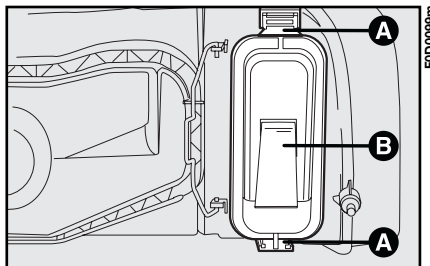

fig. 15
2) sganciare le mollette **A**-fig. 15 ed asportare il coperchio **B**;
5) inserire la nuova lampada, rimontare il portalampada ed il coperchio **B**-fig. 15.
- 2) sganciare le mollette **A-fig. 15** ed asportare il coperchio **B**;
- 5) dopo aver sostituito la lampada, rimontare il portalampada ed il coperchio **B-fig. 15**.